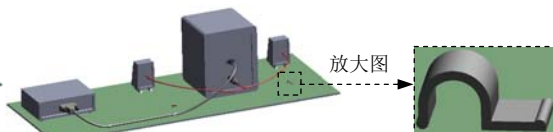

图 11.11.20 添加线夹 4
Step2. 添加线夹 4。同 Step1，添加后的结果如图 11.11.20 所示。